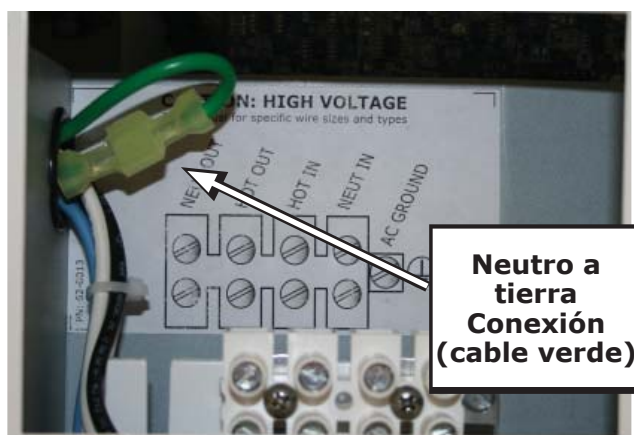

Ilustración 2-16, Desactivación de la conexión del neutro a tierra
Cuando la CA en el barco se alimente por conexión a puerto, el neutro a bordo deberá estar conectado a tierra de seguridad en el muelle. En consecuencia, la fase neutro y la fase a tierra de seguridad no deberán conectarse en ningún lugar del barco cuando se encuentre presente la toma de puerto. Cuando la CA en el barco se alimente por el inversor serie MS-PE, la salida del inversor neutro se conecta a tierra de seguridad a través de un relé interno utilizando su neutro a conexión a tierra (consulte la Ilustración 2-16). El terminal de tierra de CC de la Serie MS-PE, también debe estar conectada al bus de tierra de seguridad del barco. Esto asegura que ambos terminales de tierra de CA y CC del inversor se encuentren conectadas al bus de tierra de seguridad del barco como una medida de seguridad para proporcionar protección contra fallos, y para proporcionar una ruta de acceso para las corrientes de fallo de CA mientras el barco se encuentre conectado a la toma de puerto.
2. Mire en el interior y localice el cable verde con el conector aislado en la parte superior del compartimiento de cableado AC, consulte la Ilustración 2-16. Este conector aislado conecta el neutro y la tierra en el interior del inversor.